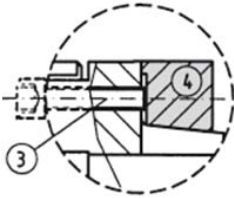

Bild4:
- ◆ Klemmschraube der Kupplungshälfte (Bild4, Pos.3) lösen